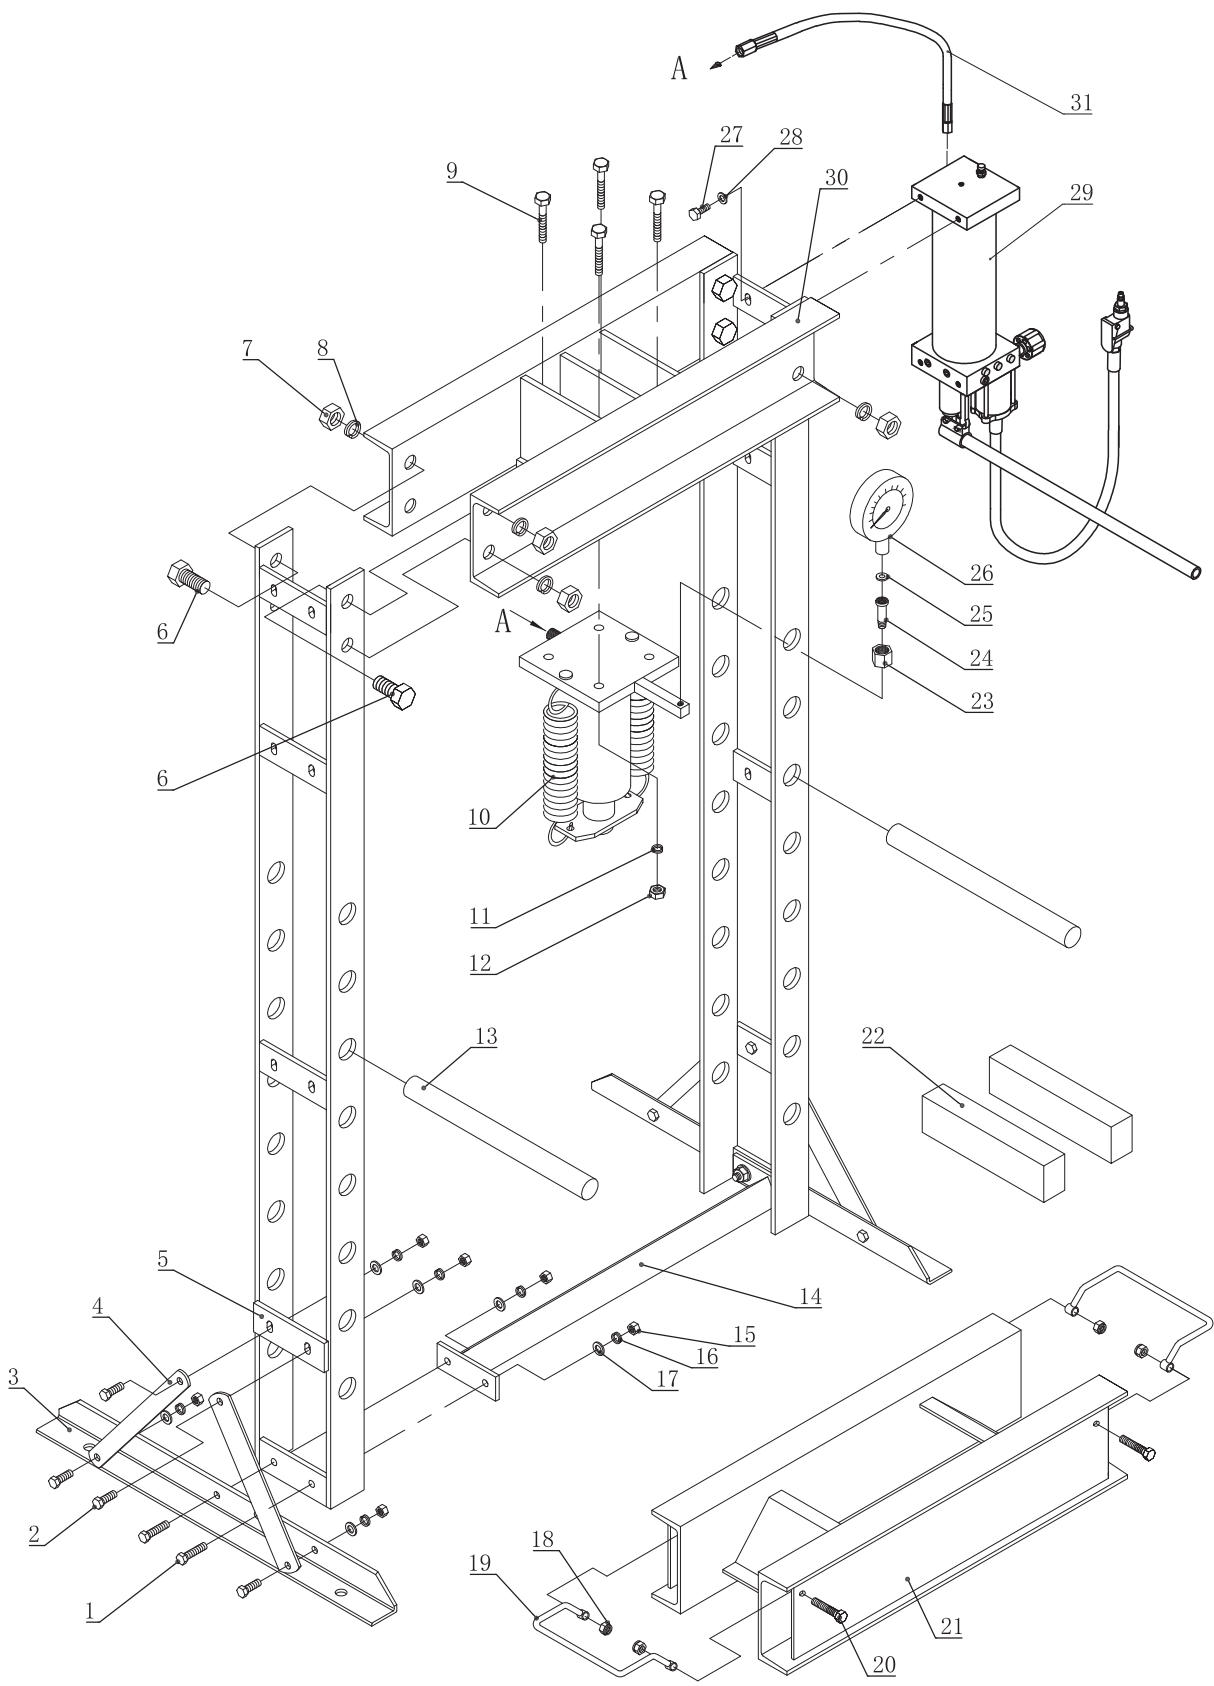

Рис. 5.
Используйте подетальные схемы в качестве руководства по сборке. Перед началом сборки разложите перед собой все необходимые детали и инструменты. Рекомендуется проводить сборку пресса в следующем порядке (см. рис. 5):
1. Расположите призму (22, рис. 5) на столе пресса (21, рис. 5), затем положите заготовку на призму.